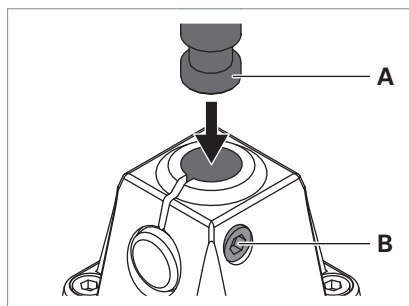

Fig. 3: Monter le luminaire sur l'élément de fixation.
- Dévisser la vis **B** hors de l'élément de fixation, voir Fig. 3.